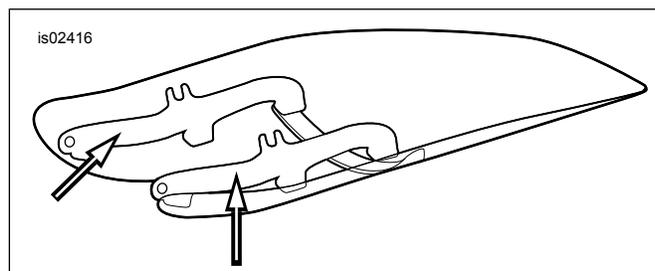
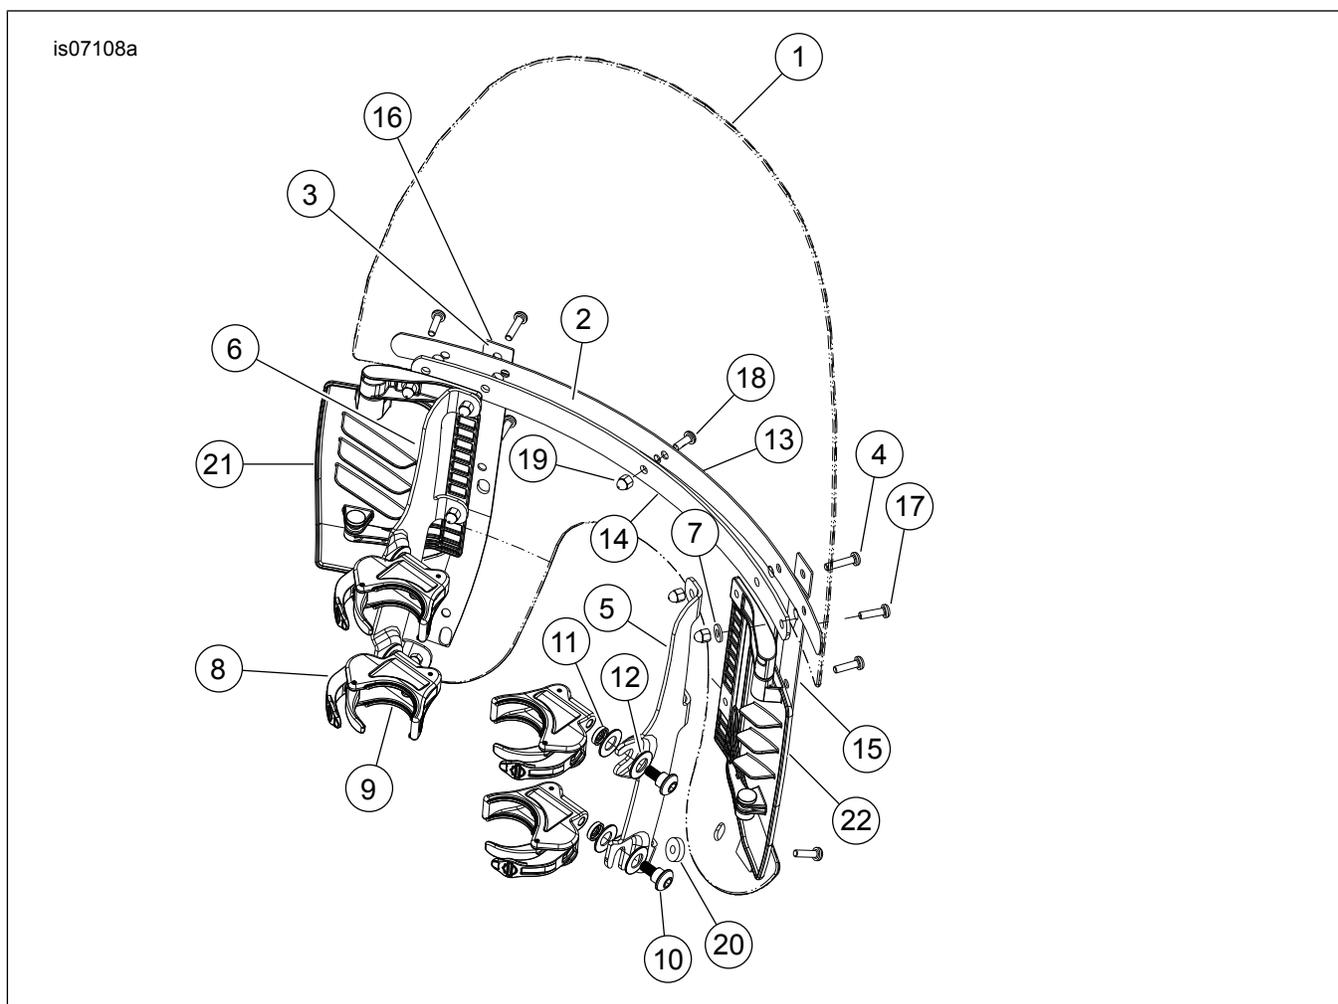

Figura 1. Suportes de montagem do pára-brisa
Figura 3. Peças de reposição: Pára-brisa removível perfurado
1. Veja Figura 1. Retire o subconjunto do pára-brisa da embalagem e coloque-o virado para baixo em uma superfície limpa e macia com os suportes virados para cima.
2. Veja Figura 1, Figura 2 e Figura 3. Retire os kits de prendedores e ferragens da embalagem e separe as peças semelhantes para preparar a montagem.